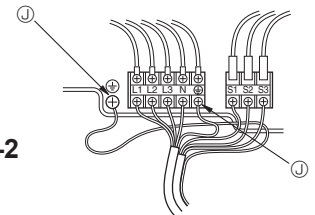

Fig. 7-2
7.1. Εξωτερική μονάδα (Fig. 7-1, Fig. 7-2)
- ① Αφαιρέστε το πλαίσιο συντήρησης.
- ② Συνδέστε τα καλώδια που αναφέρονται στην Fig. 7-1 και στην Fig. 7-2.